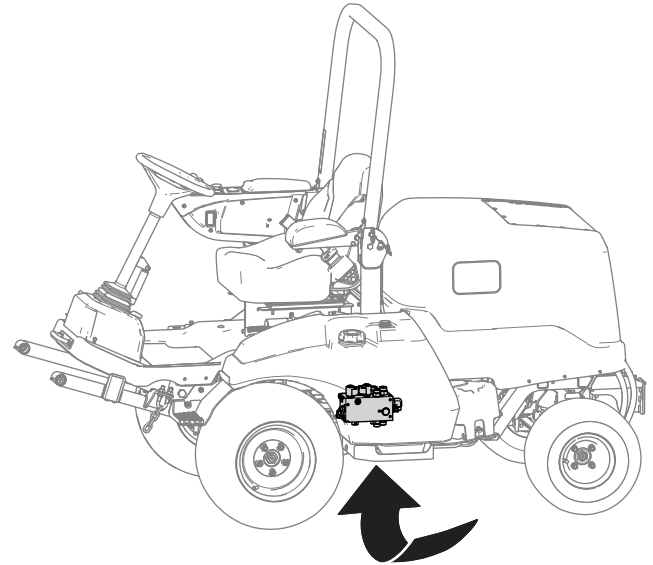

Figura 19
3. Localice el distribuidor de elevación desde debajo de la máquina (Figura 19).